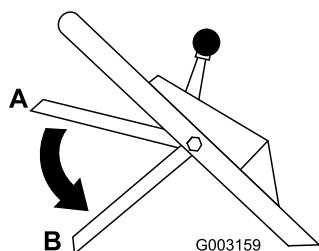

Figura 19
- Suelte la barra de control; consulte la posición B en Figura 19. Debe oír un ruido fuerte. La cuchilla debe detenerse en tres segundos.
- Mueva la barra de control a su posición más baja (Posición B en Figura 19).